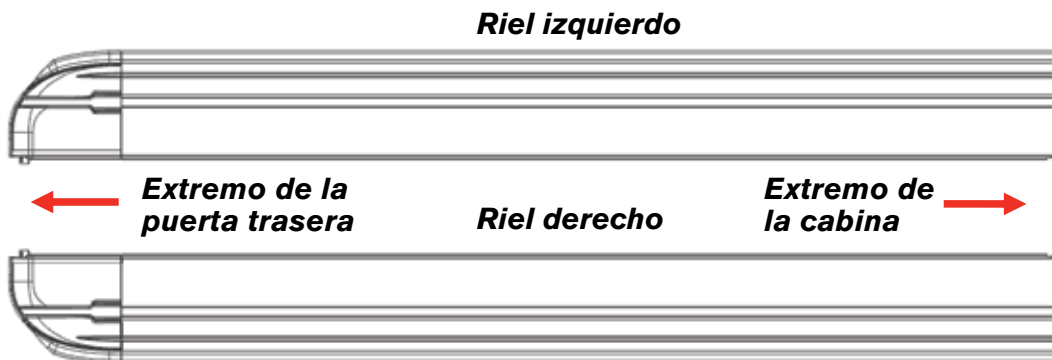

FIG. 4A
- A continuación, identifique los rieles laterales izquierdo y derecho (FIG 4A). La brida del riel y la goma espuma hacia el exterior de la plataforma de la camioneta.